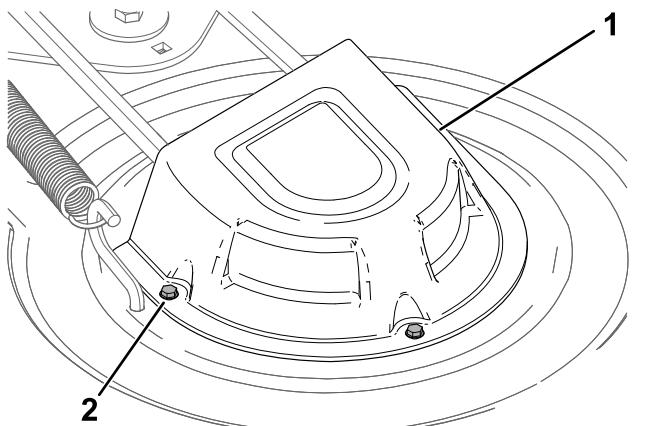

Bild 56
4. Lösen Sie die Schrauben und entfernen Sie die Abdeckungen der Riemscheibe (Bild 56).